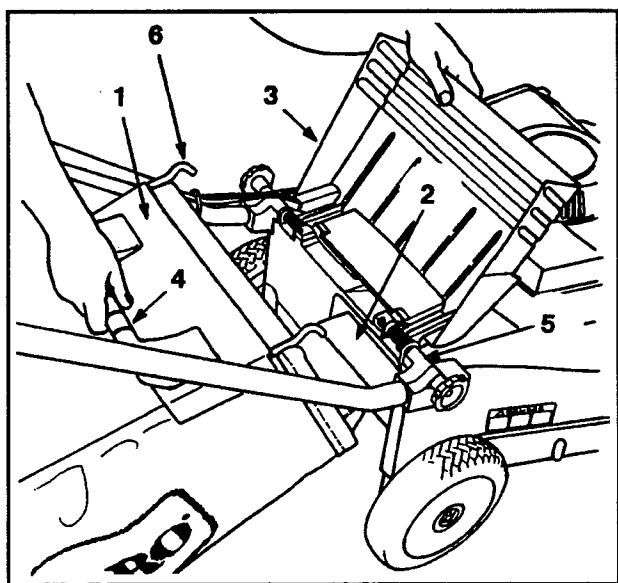
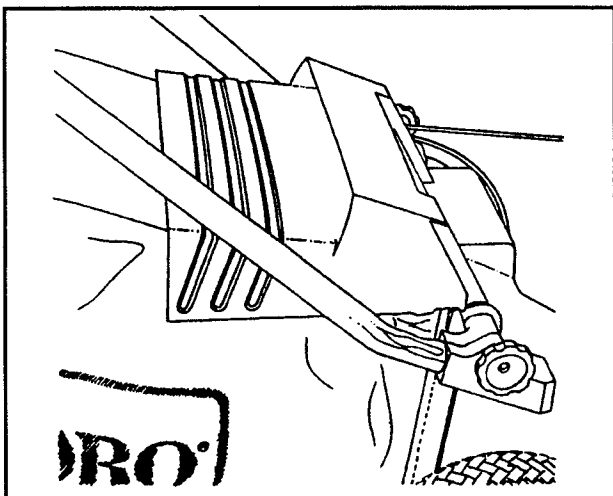

Figure 10
Figure 11
2. INSTALLATION DU SAC – Soulever le volet d'éjection, glisser le rail attaché au sac dans l'ouverture d'éjection et accrocher le cadre du sac sur la portion arrondie des supports de montage (fig. 10). Laisser le volet d'éjection reposer sur le dessus du sac (fig. 11).